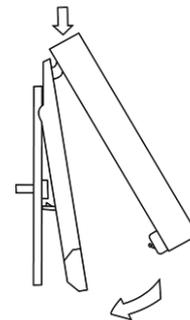

Fig. 34
- Una vez realizado la conexión, coloque el display sobre la trasera (Fig. 34)